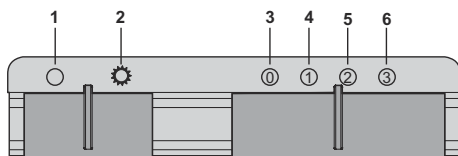

Fig. 18
1. ➤ Trazer para esta posição para desligar a lâmpada (Fig. 18).
2. ➤ Trazer para esta posição para desligar a lâmpada (Fig. 18).
3. ➤ Trazer para esta posição para desligar a lâmpada (Fig. 18).
4. ➤ Trazer para esta posição quando quiser o produto a funcionar na velocidade 1. (Fig. 18).
5. ➤ Trazer para esta posição quando quiser o produto a funcionar na velocidade 2. (Fig. 18).
6. ➤ Trazer para esta posição quando quiser o produto a funcionar na velocidade 3. (Fig. 18).